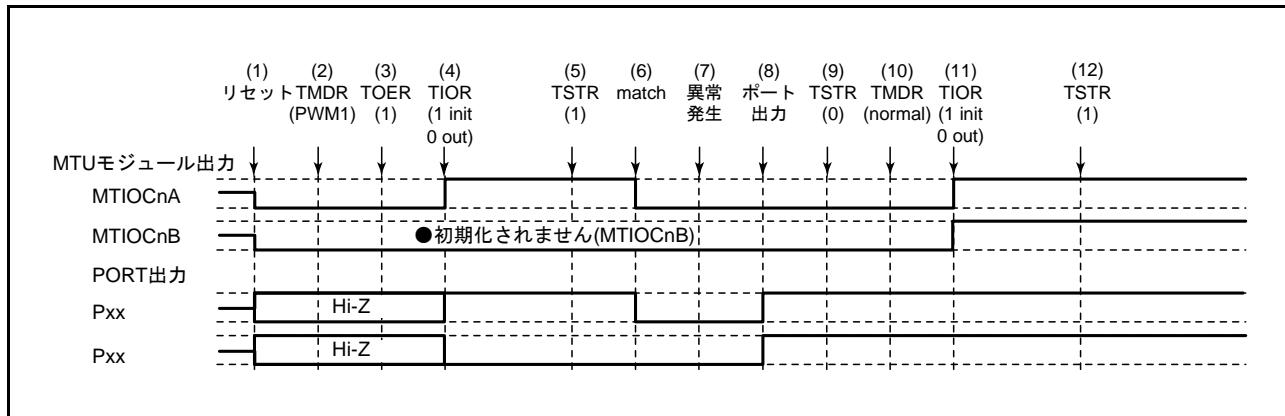

図 18.131 PWM モード 1 で異常が発生し、ノーマルモードで復帰する場合
PWM モード 1 で異常が発生し、再設定後ノーマルモードで再スタートする場合の説明図を図 18.131 に示します。
- (1) ~ (9) は図 18.131 と共通です。
- (10) PWM モード 1 で再スタートする場合には必要ありません。
- (11) TIOR で端子を初期化してください (PWM モード 1 では MTIOCnB 側は初期化されません)。
- (12) TSTR で再スタートします。
(1) ~ (9) は図 18.131 と共通です。
(10) PWM モード 2 を設定します。
(11) TIOR で端子を初期化してください (PWM モード 2 では周期レジスタの端子は初期化されません)。
(12) TSTR で再スタートします。
(10) 位相計数モードを設定します。
(11) TIOR で端子を初期化してください。
- (10) 波形生成部の初期化のためノーマルモードを設定してください。
- (11) TIOR で PWM モード 1 の波形生成部を初期化してください。
- (12) TIOR で PWM モード 1 の波形生成部の動作を禁止してください。
- (13) TOER でチャネル 3、4（またはチャネル 9、10）の出力を禁止してください。
- (14) TOCR で相補 PWM の出力レベルと周期出力の許可禁止を選択してください。
- (15) 相補 PWM を設定します。
- (16) TOER でチャネル 3、4（またはチャネル 9、10）の出力を許可してください。
- (17) TSTR で再スタートします。